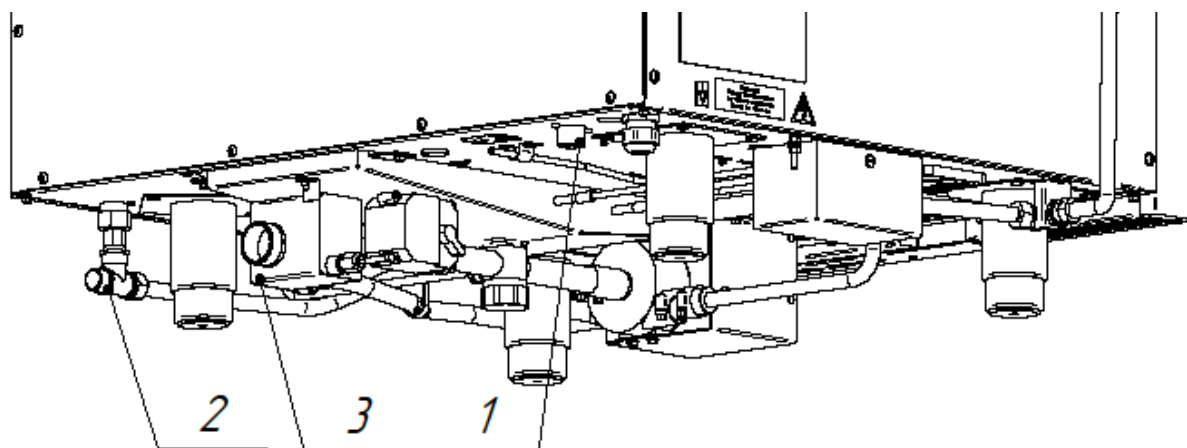

Рис. 4.1. Подключение к системе водоснабжения
- подача воды в духовку - G3/4 наружная резьба (см. рис.4.1 поз. 1). Подключение выполнить только через водоумягчительную установку (водородно-ионного обмена). Рекомендуется использовать фильтр BRITA PURITY C300 Quell ST.
- подача воды к душевому устройству и коробке охлаждения слива (допускается подключать к неподготовленной воде) - G1/2" наружная резьба (см. рис.4.1 поз. 2).
- используя шланг из комплекта поставки, подключить пароконвектомат к системе канализации (см. рис. 14). Шланг подключить через штуцер с резьбой G1¼" (рис.4.1 поз.3). Подключение к канализации выполнить с разрывом струи не менее 20мм от верха приемной воронки (СНиП 2.04.01-85 п. 17.11).